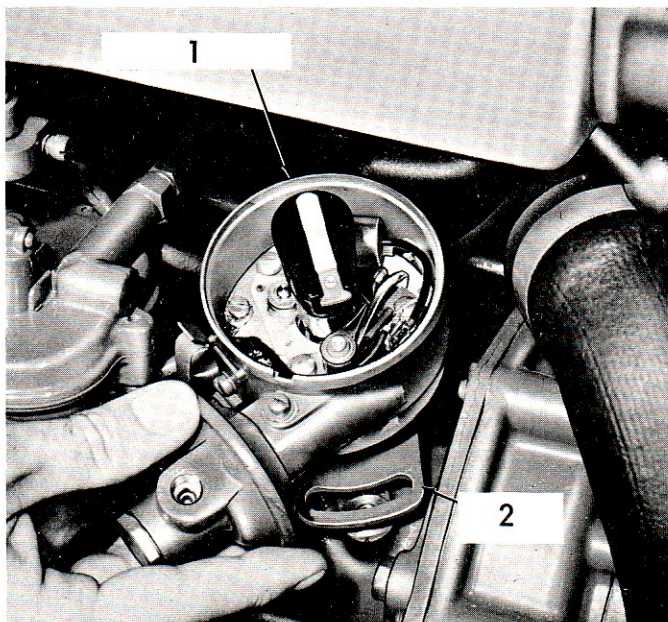

Fig.64.
5. Retirer le boulon de la bride de calage de l'allumeur et sortir l'allumeur de son bloc d'entraînement (Fig.64).